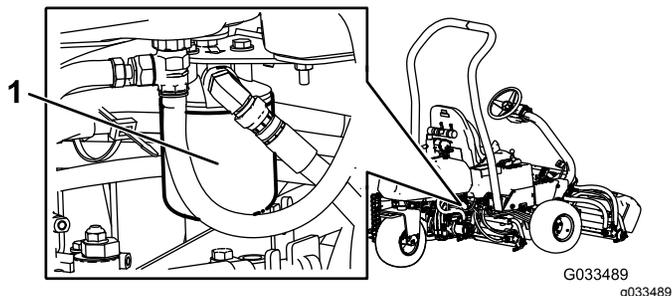

Рисунок 51
- Повторите пункты 1 и 2 для правого гидравлического фильтра (Рисунок 51).